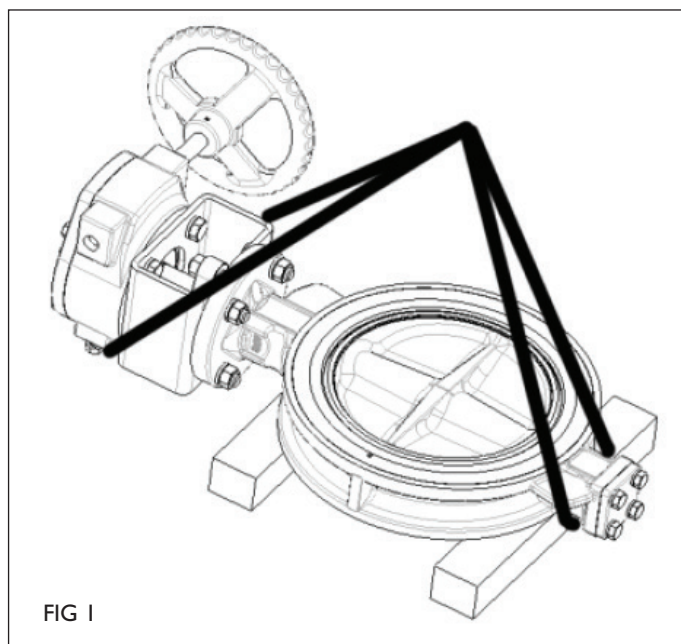

FIG 1
b. För att inte riskera att skada ventilen, placera den horisontellt på trästöd, och med fixeringsringen vänd uppåt (fig. 1).